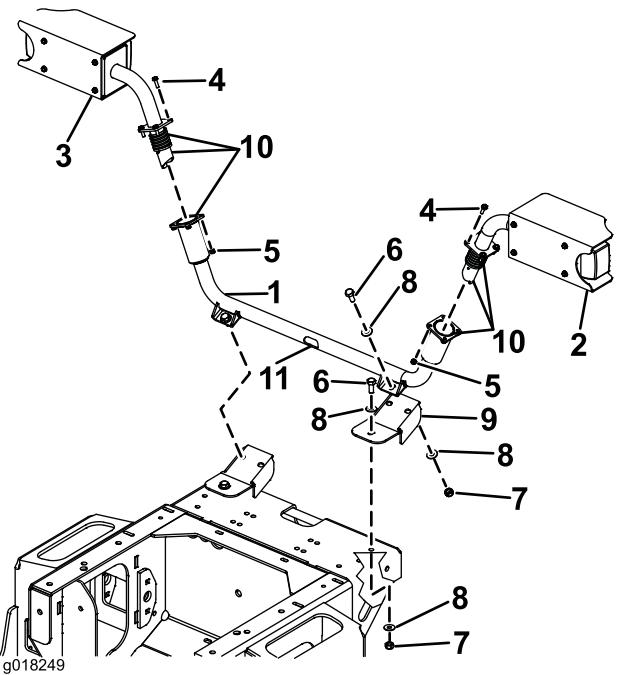

Figura 13
I gruppi luci anteriori si fissano al supporto centrale dei fari, che a sua volta si fissa alla macchina mediante due staffe di montaggio (Figura 13).
1. Installate le 2 staffe di montaggio sulla parte anteriore della macchina, utilizzando 2 bulloni (M10 x 25 mm), 4 rondelle (3/8") e 2 dadi di bloccaggio (M10) come illustrato nella Figura 13.
2. Installate il supporto centrale dei fari sulle staffe di montaggio, utilizzando 2 bulloni (M10 x 25 mm), 4 rondelle (3/8") e 2 dadi di bloccaggio (M10) come illustrato nella Figura 13.
3. Applicate del lubrificante antigrippaggio per rivestire completamente la parete interna delle estremità dei tubi e tutte le superfici delle molle e dei profili dell'estremità dei tubi (Figura 13).
4. Tenendo saldo il supporto del faro destro, fate passare il cavo del cablaggio verso il basso attraverso i tubi terminali, facendolo uscire dall'apertura del supporto dei fari (Figura 13).
5. Fissate il supporto del faro destro sul supporto centrale dei fari utilizzando i 4 bulloni (M6 x 20 mm) e 4 dadi di bloccaggio (M6) come illustrato nella Figura 13.